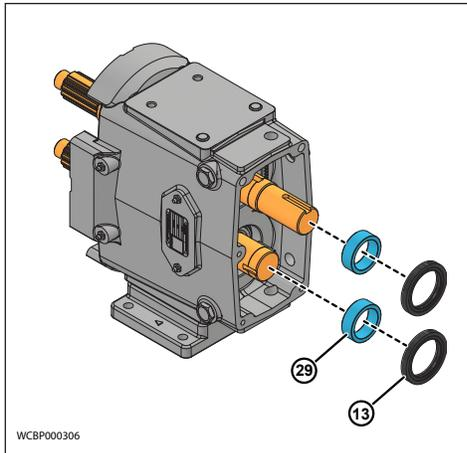

Abbildung 90 - Hintere Dichtung installieren
1. Montieren Sie die Zahnradabstanzstücke (Abbildung 90, Pos. 29).
3. Montieren Sie die Öldichtungen mit der Feder nach außen gerichtet (Abbildung 90, Pos. 13).